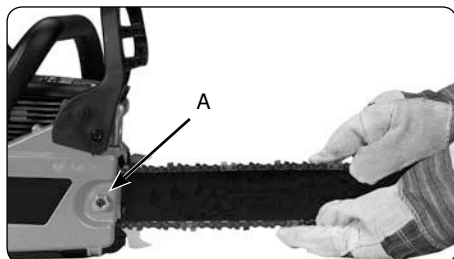

Рис. 5
- Держите верхушку шины повернутой кверху и вращайте регулирующий винт (D) по ходу часовой стрелки, чтобы увеличить натяжение цепи. Вращение винта (D) против хода часовой стрелки уменьшает натяжение цепи. Убедитесь в том, что цепь расположена по всей периферии шины (Рис. 5).